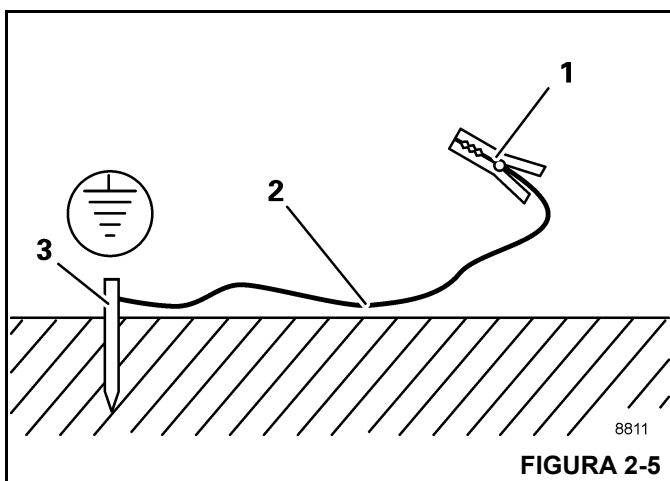

FIGURA 2-5
1. Martele uma haste de metal (3, Figura 2-5) (comprimento de aproximadamente 2,0 m [6.6 pés]) pelo menos 1,5 m (5 pés) no solo.
2. Umedeça o solo ao redor da haste de metal (3) para obter melhor condutividade.
3. Prenda o cabo isolado (2) na haste de metal (3), seção transversal de pelo menos 16 mm² (0.025 pol²).
4. Conecte a extremidade livre do cabo com um grampo (1) a um local com boa condutividade elétrica na estrutura.